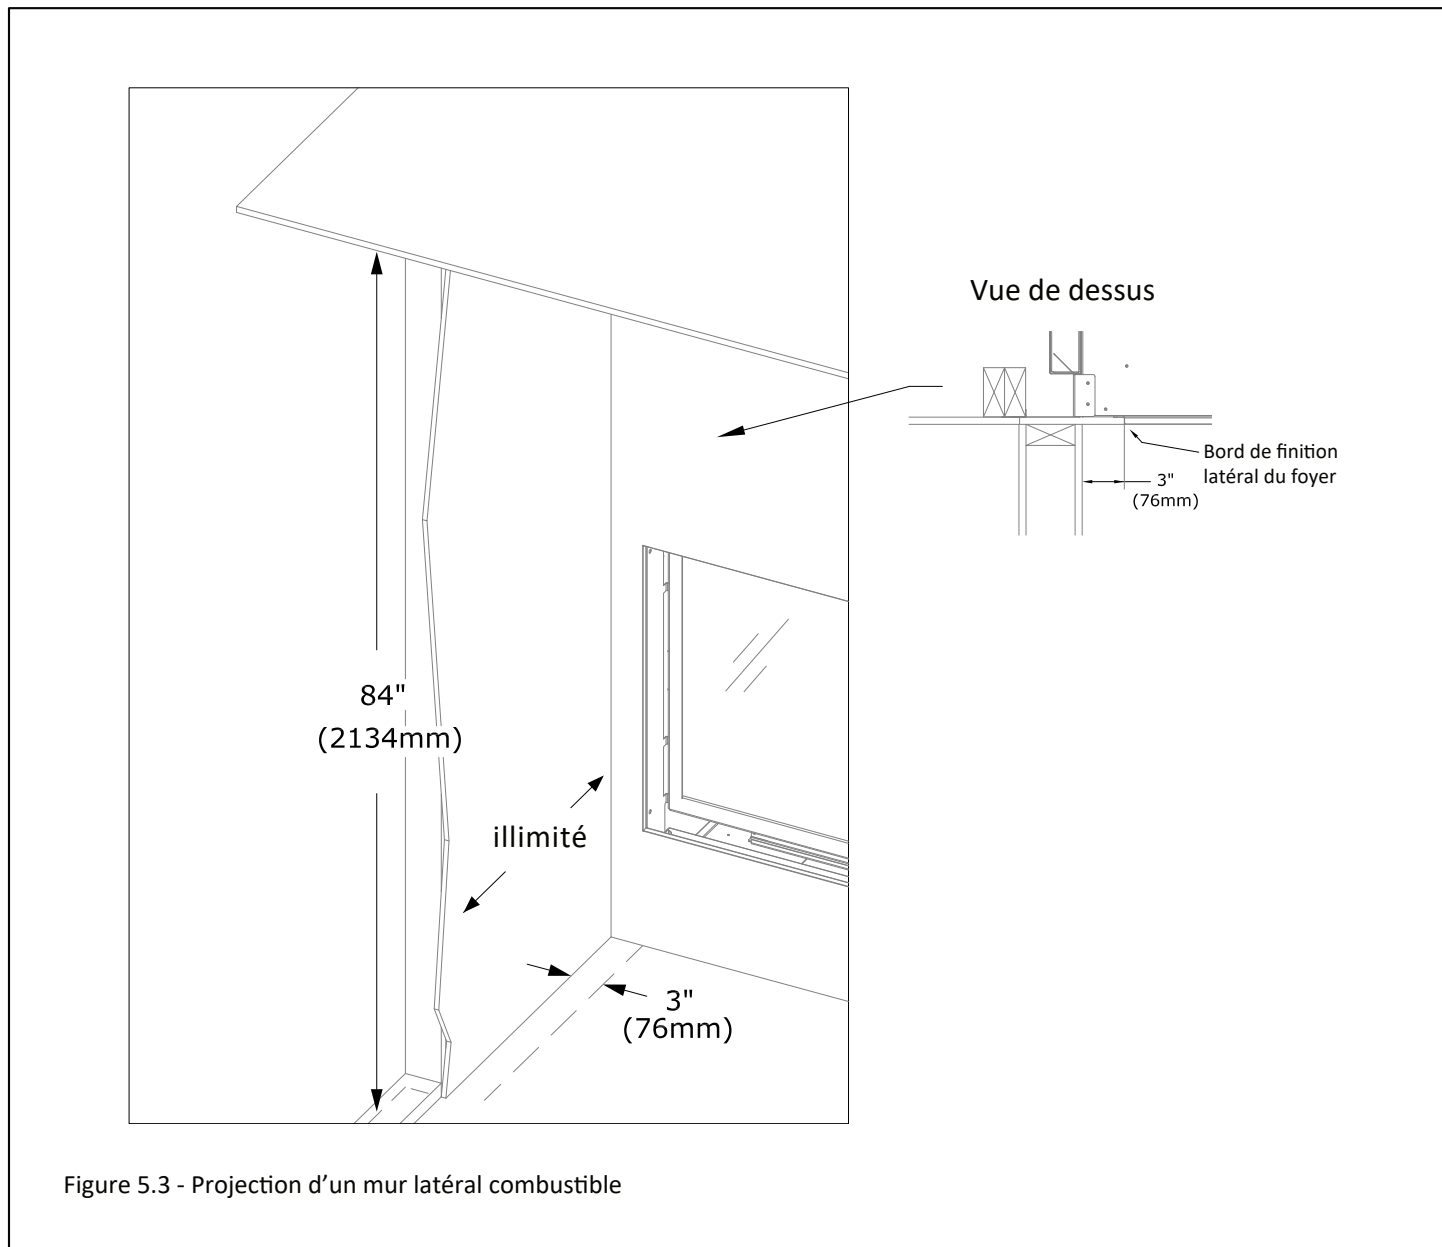

Figure 5.3 - Projection d'un mur latéral combustible
- Montants (piédroits) du manteau : Voir la Figure 5.3 et le paragraphe «Dégagements aux murs latéraux combustibles» ci-dessous.
- Dégagements aux murs latéraux combustibles : Un mur latéral adjacent combustible de longueur de projection illimitée peut être installé à 3 po (76 mm) du bord de finition latéral du foyer. Voir la Figure 5.3.
La Figure 5.3 montre qu'un mur latéral adjacent combustible peut commencer à 3 po (76 mm) du bord de finition latéral du foyer. La longueur de projection permise du mur latéral est illimitée.